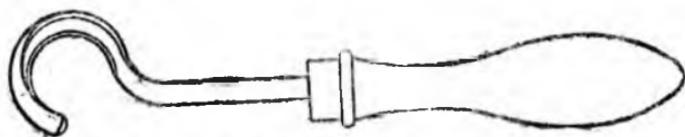

Рис. 32. Крючок для выточки внутренних полостей
**Крючок** — это плоский загнутый резец (рис. 32) с двусторонним или односторонним лезвием. Применяется для обработки внутренних поверхностей.